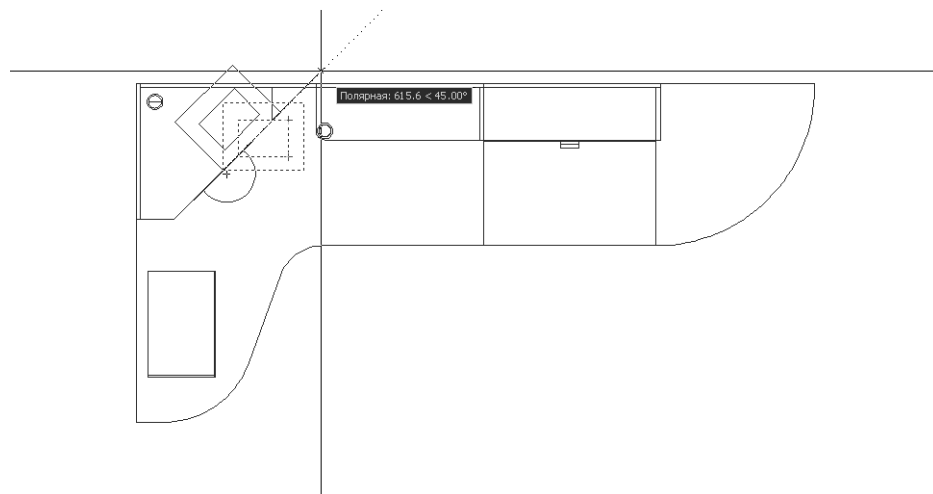

Рис. 6.53 ▼ Вращение чертежа принтера вокруг левого нижнего угла наружного контура
8. Разверните с помощью инструмента **Повернуть** (Rotate) оба объекта вокруг точки, которая находится в левом нижнем углу контура принтера, на  $45^\circ$  (рис. 6.53), а затем сместите с помощью инструмента **Перемес-**